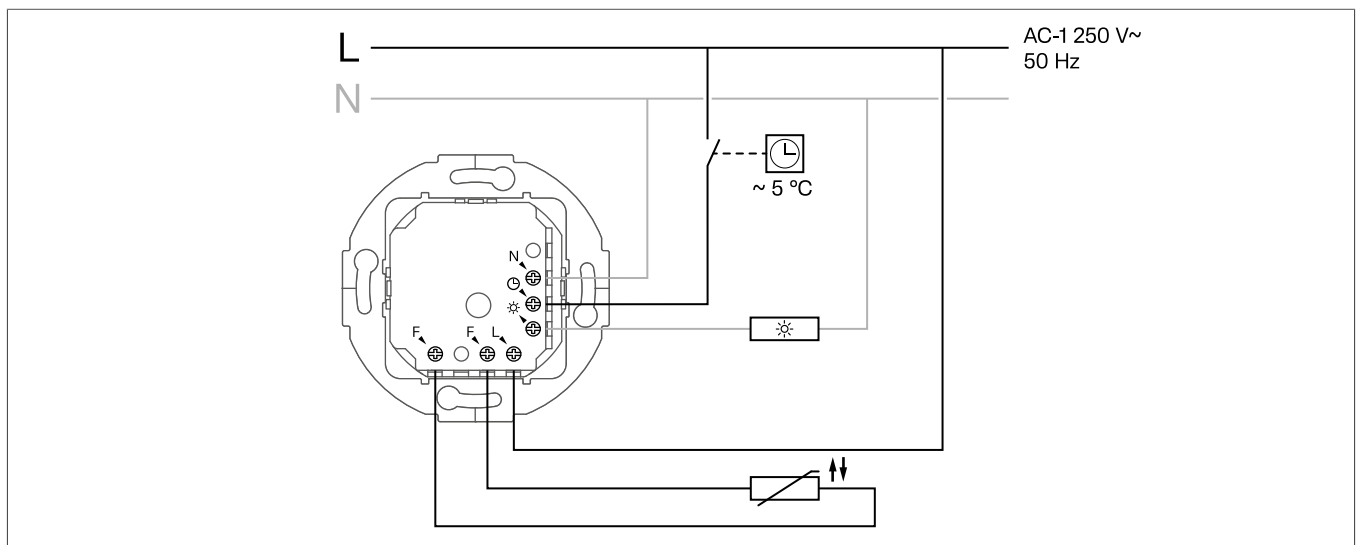

Fig. 3: Kopplingschema
- 1 Anslut termostaten (1) enligt anslutningsschemat (Fig. 3).